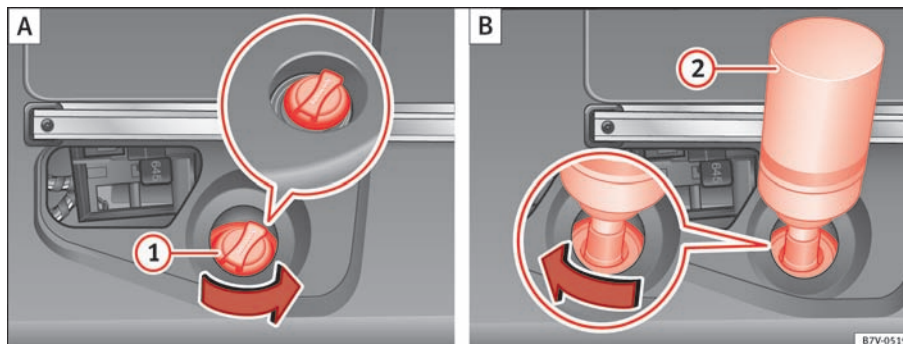

Fig. 162 AdBlue-beholder med dæksel til påfyldningsstuds og påfyldningsflaske
- Skru dækslet til påfyldningsstuds ⇒ Fig. 162 ① ud mod uret.